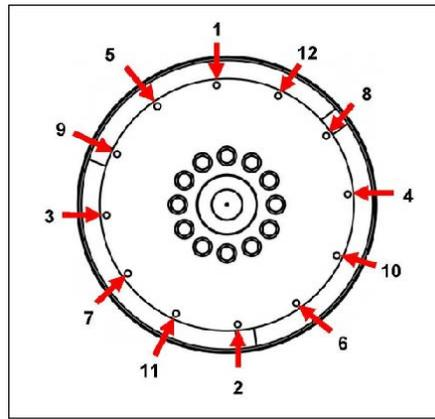

図 19. 固定手順
10. アラインメント ダウエルを取り外します。肉厚ワッシャーをヘッドの下で使用して、カップリング ボルトを取り付けます。表示の順番で、ボルトを締め付けて、カップリング ディスクをフライホイールに固定します 図 19 ページ 31。